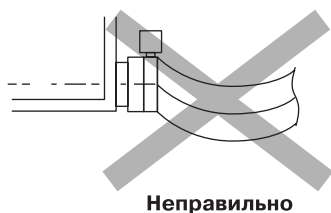

Рис. 24
- Убедитесь в том, что дренажный шланг не перегибается внутри комнатного блока. (См. рис. 24) (Любое провисание дренажного шланга может привести к повреждению выпускной решетки.)